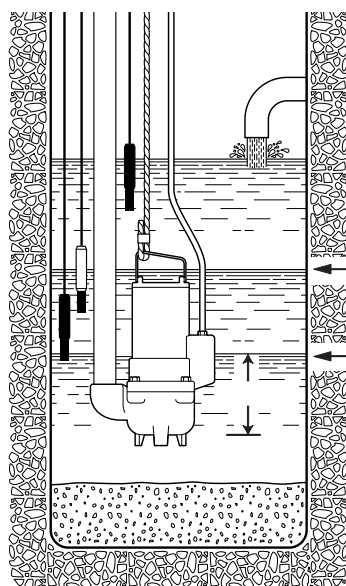
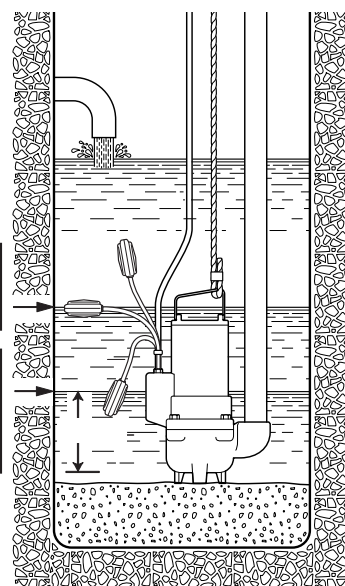

Fig. 3
Fig. 4
- mobile con l'elettropompa appoggiata sul fondo del pozzetto o vasca (fig. 4) oppure sospesa a mezzo di apposita fune o catena in materiale resistente ancorata alla maniglia o gancio di sostegno (fig. 3).